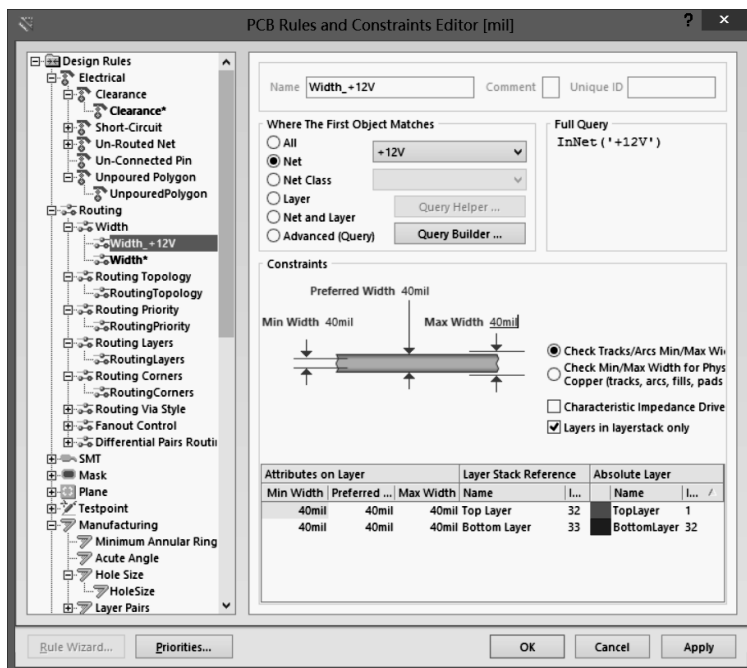

图 7-3-33 设置+12V 电源线线宽规则
② 选择左栏中的 **Routing** 布线规则选项，然后右击 **Width** 选项，在弹出的快捷菜单中选择 **New Rule...** 命令，生成新规则 **Width_1**，将其命名为 **Width_+12V**，并对 +12V 网络电源线的宽度进行设置，如图 7-3-33 所示。